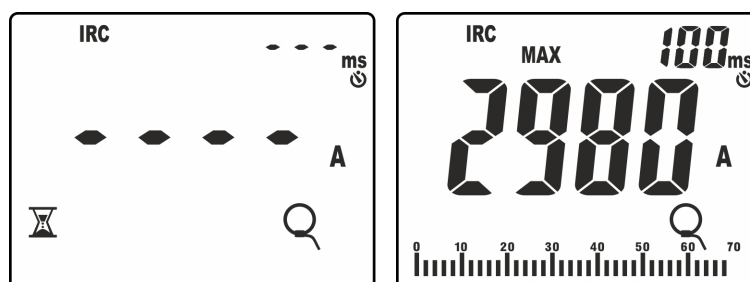

Fig. 41: Reconnaissance événement courant de démarrage
8. Cliquer sur la touche **GO/HOLD** pour activer la fonction. L'instrument se met en attente de reconnaissance de l'événement (valeur mesurée supérieure au seuil fixe de déclenchement de **1%FS pince : ex 30A pour FS = 3000A**) en affichant le symbole « » sur l'écran (voir Fig. 41, à gauche)
9. Une fois l'événement reconnu **la mesure s'arrête automatiquement** et l'instrument affiche, sur l'écran principal, la valeur **Max RMS** calculée sur le temps d'évaluation de **100ms** (par défaut) indiquée sur l'écran secondaire (voir Fig. 41, à droite)